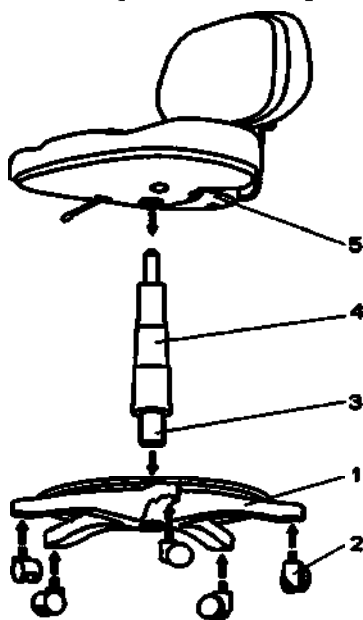

Рис. 8.36
- установите ролики поз.2 в крестовину поз.1, убедившись в том, что оси роликов зафиксировались (см. рис. 8.36);